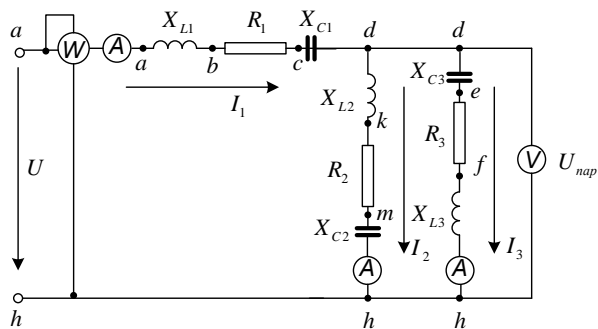

Рис. 1.1
1. По базе данных (табл.1.1) для своего варианта определить параметры электрической цепи (рис. 1.1), питающейся от сети синусоидального тока с напряжением  $U$ .